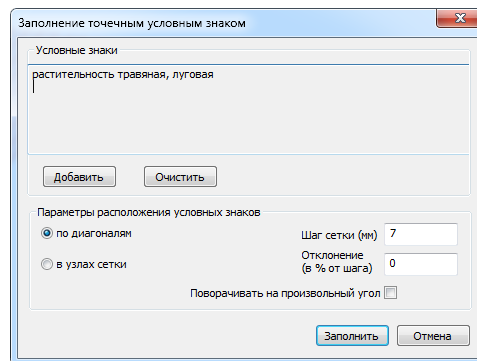

рис. 45
2) При выделенном контуре заполнения активировать инструмент, нажав кнопку . На экране появится диалоговое окно (рис. 45).